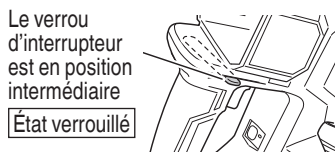

Fig. 31
- (9) S'assurer que le verrou d'interrupteur est en position de verrouillage (Fig. 31)
- (2) S'assurer que le verrou d'interrupteur est en position de verrouillage. (Fig. 31)